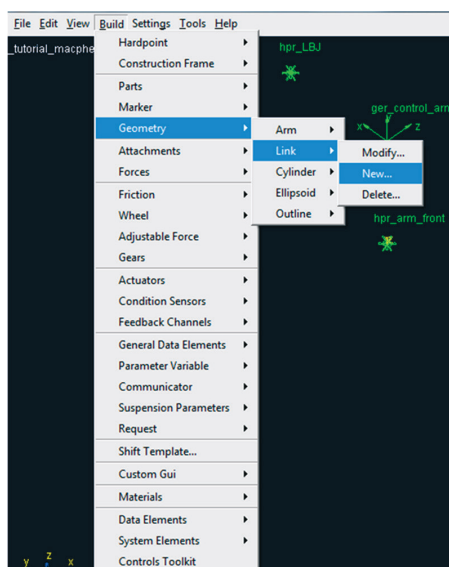

Figura 4.18 – Criação do primeiro *Link* da bandeja da suspensão.
- Para construção do primeiro *Link*, o qual será formado pelos *Hardpoints* *hpl\_arm\_front* e *hpl\_LBJ*, acesse o menu *Build Geometry Link New* como mostrado na Figura 4.18.